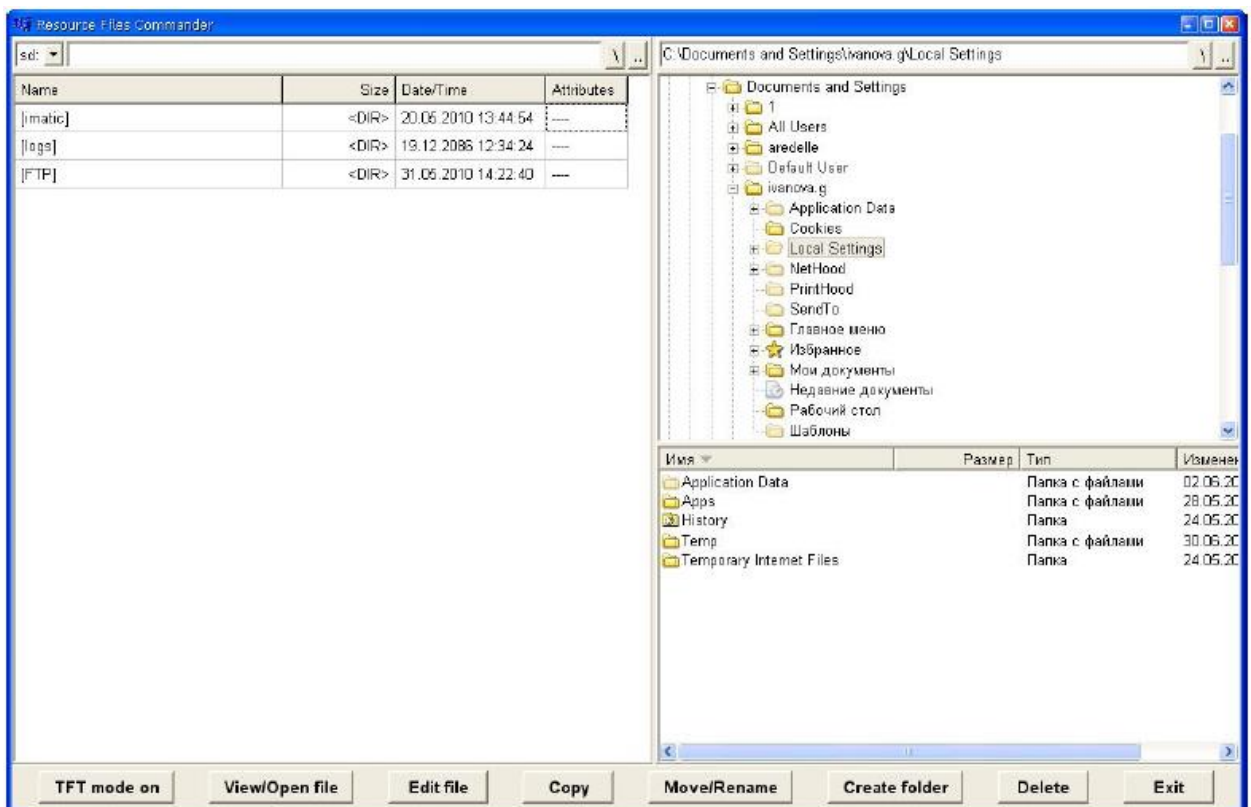

Рисунок 2 – Окно «Файловый менеджер»
□ «Файловый менеджер» («Resources files») – открывает встроенную утилиту «Resource Files Commander», рисунок 2, для считывания информации, позволяет считать информацию из встроенной памяти изделия или с внешней карты памяти MicroSD, установленной в изделии без ее извлечения